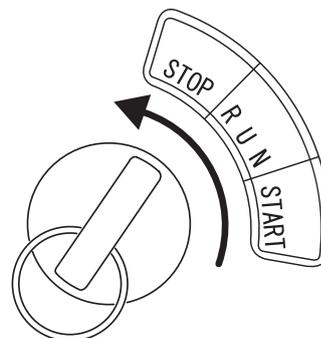

Рис. 32
3. При повороте ключа в положении остановки (OFF) зуммер отключается (рис. 32).